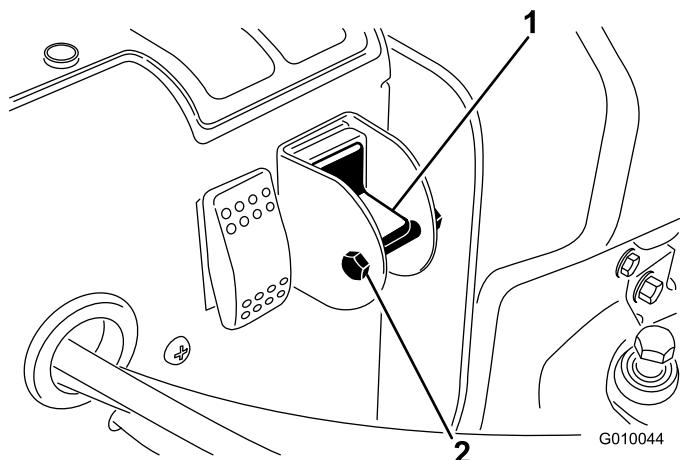

Figura 29
- Retire o parafuso e a porca de bloqueio do dispositivo seletor (Figura 29).